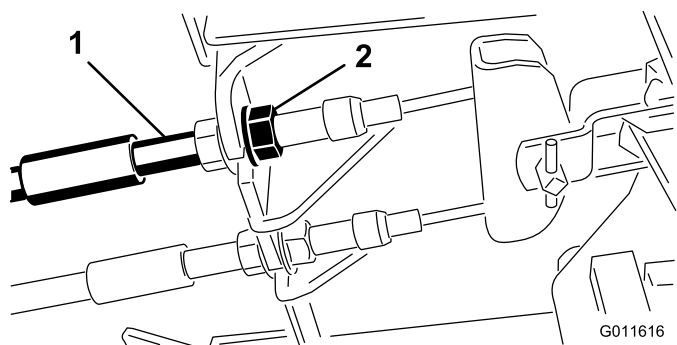

Рисунок 67
1. Чтобы уменьшить свободный ход тормозных педалей, затяните тормоза, ослабив переднюю гайку на резьбовом конце троса тормоза (Рисунок 67).